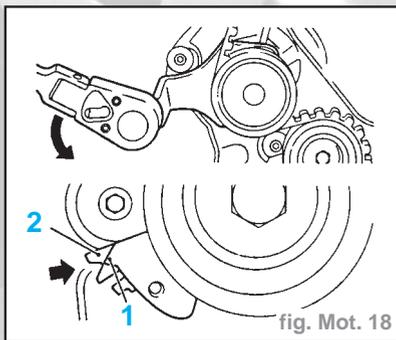

fig. Mot. 18
de la pompe à liquide de refroidissement à l'aide de **KM-421-A** dans le sens de la flèche jusqu'à ce que l'aiguille (1) soit alignée sur l'encoche (2) prévue sur la plaque de base de galet-tendeur de courroie crantée. Puis positionner le vilebrequin à nouveau de deux rotations (720°) dans le sens de rotation du moteur sur le repère "PMH d'allumage de cylindre N°1" et contrôler le réglage du galet-tendeur de courroie crantée. Si les repères ne sont pas alignés, refaire l'opération de réglage (fig. Mot. 18).